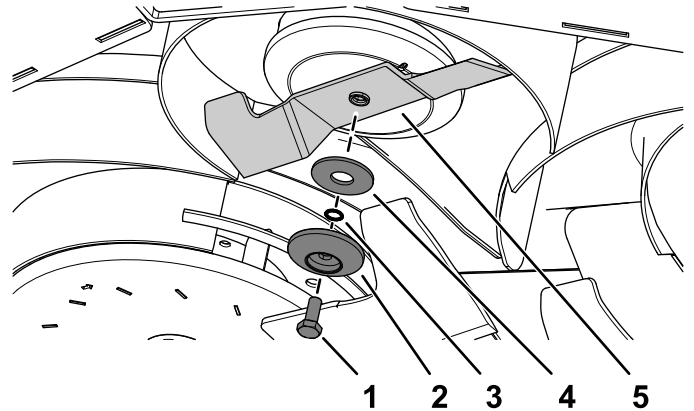

Figura 110
2. Installate la lama utilizzando il bullone della lama, il fermo della lama, la rondella di bloccaggio elastica e la rondella curva rimossi in precedenza (Figura 110).